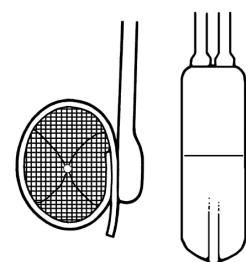

Figura 4-41. Manguito y bomba llenos
*Nota: esto hará que el dispositivo de desactivación vuelva a la posición de activación. Una vez activado el dispositivo, la bomba se llenará primero y, después, se volverá a llenar el manguito. **(Figura 4-41)** Pasarán unos minutos hasta que el dispositivo vuelva a llenarse y el manguito cierre la uretra o el cuello de la vejiga. Cuando el sistema esté activado, la bomba se volverá menos firme.*